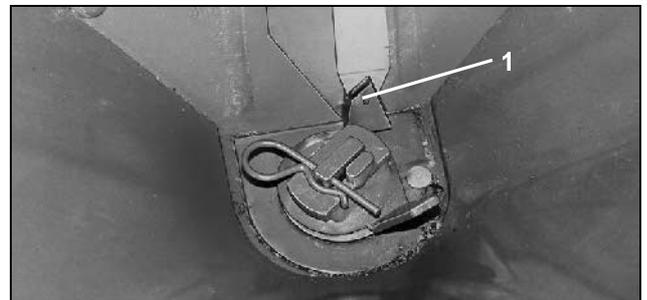

Fig. 50
- Einstell-Lehre (Fig. 50/1) in Auslassöffnung einstecken.